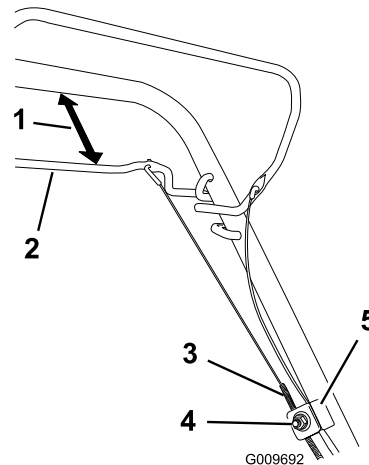

Figura 27
- Afloje la tuerca del soporte del cable (Figura 27).
- Sujete la barra de la transmisión autopropulsada a una distancia de 25 – 38 mm del manillar (Figura 27).
- Tire hacia abajo de la cubierta del cable (hacia la máquina) hasta eliminar la holgura en el cable (Figura 27).